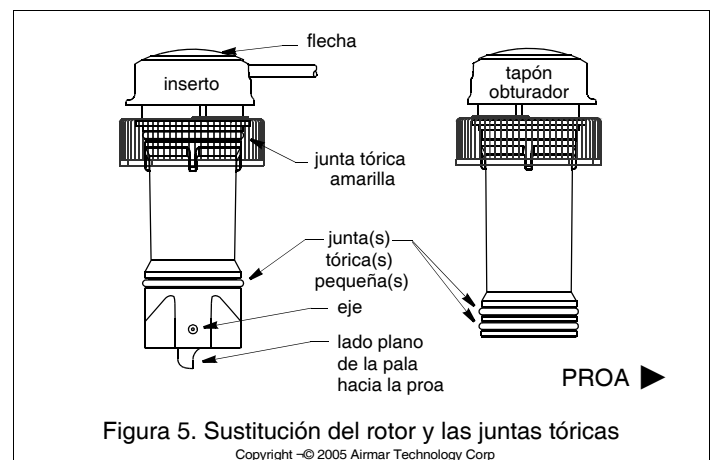

Figura 5. Sustitución del rotor y las juntas tóricas
5. Las juntas tóricas deben estar intactas y bien lubricadas para resultar estancas (Figura 5). Cuando el sellador marino se haya secado, revise las juntas tóricas del inserto, incluida la junta tórica **AMARILLA** (cámbielas según sea necesario) y lubríquelas con el lubricante de silicona que se incluye. Asimismo, lubrique el interior por encima de la válvula.
1. Las juntas tóricas deben estar intactas y bien lubricadas para resultar estancas. En el tapón obturador, revise las juntas tóricas (cámbielas según sea necesario) y lubríquelas con el lubricante de silicona que se incluye o con vaselina (Figura 5).
1. Para extraer el eje antiguo del rotor, sujete el extremo con unos alicates de corte diagonales y tire (Figura 5).